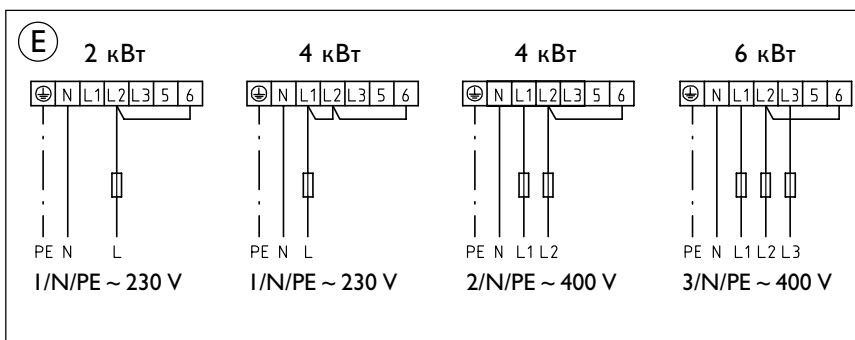

рис. 15
E. Подключение без возможности использования режима быстрого подогрева, рис. 15.